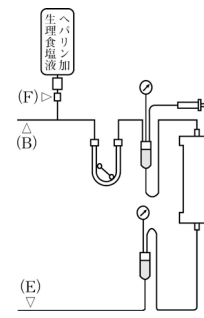

図 6 抗凝固剤の取り付けによる置換
- 8) 返血回路の返血口部 (E) をクランプする。(図 6)
- 9) 輸液ラインのローラーランプ (F) を閉じる。